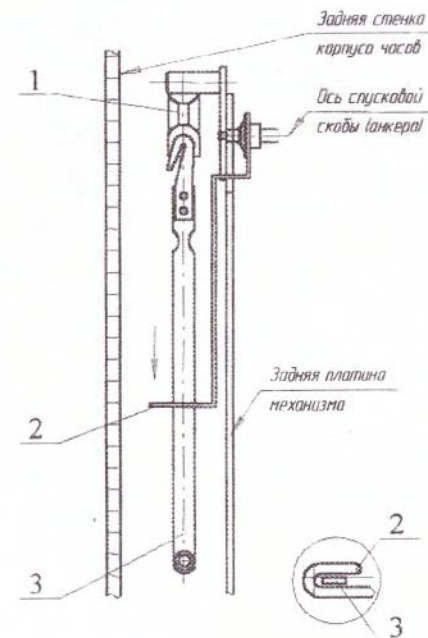

Рис.2
Рис.2а
В часах маятник навешивается подвесным крючком на подвес 3, находящийся на обратной стороне механизма в нижней его части (Рис.2), который висит на плоских стальных пружинах 1 толщиной 0,05 мм.
Подвес маятника 3 должен находиться в пазу поводка 2 (Рис.2а).
Освободите подвес маятника 7 (Рис. 3) и звуковые стержни 5 от транспортных планок, сняв сначала металлическую 4, а затем картонную 3. Выньте прокладку из поролона, находящуюся между подвесом маятника и задней платиной механизма часов. Проследите, чтобы подвес маятника 7 при этом оставался в пазу поводка (см. Рис. 2 и 2а).
1. Убедитесь, что подвес маятника, молоточки боя и звуковые стержни освобождены от транспортных планок (см. Рис.3). Подвес маятника должен находиться в пазу поводка (см. Рис. 2, 2а).